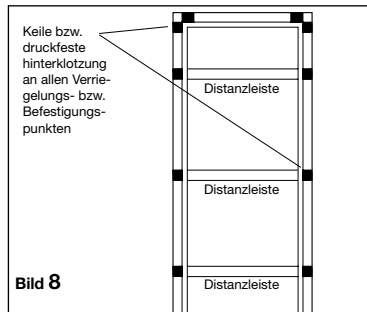

Bild 8
Den Fertigfutterstock nach Standardmontageanleitung zusammenbauen und lose in die Maueröffnung stellen. Wandunebenheiten anpassen, Futterstock mit Wasserwaage einrichten, druckfest hinterklotzen und ausspreizen. (siehe unten Bild 8)
- Futterstock in die Maueröffnung stellen, senkrecht und waagrecht einrichten. Im Schloß- und Bandhöhe ausspreizen und verkeilen. (siehe unten Bild 8) **ACHTUNG:** EI30Ü Elemente dürfen nur in geprüften F30 Wänden eingebaut werden. Eine Eignung der Wand ist schriftlich nachzuweisen.